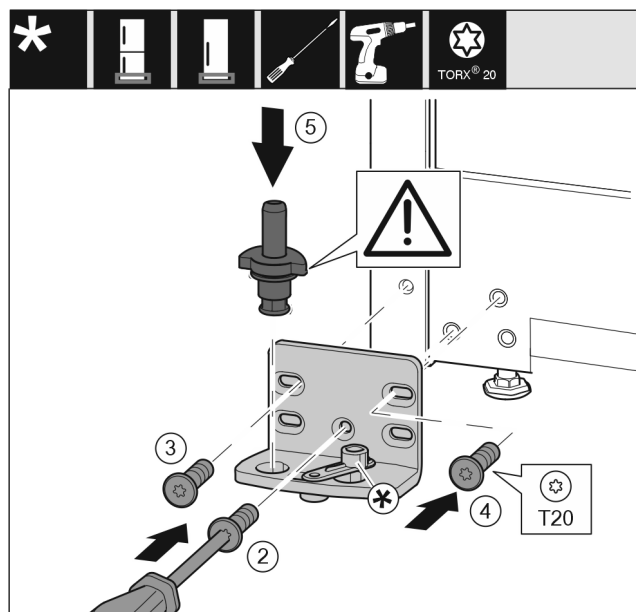

Fig. 36
- ▶ 将托架安装到另一侧，并借助 T20 螺丝刀旋紧。用螺钉 2 从底部的中心开始。 Fig. 36 (2)
- ▶ 拧紧螺钉 3 和 4。 Fig. 36 (3,4)
- ▶ 将轴承螺栓完全装入。同时注意止动凸轮需指向后方。 Fig. 36 (5)
- ▶ 将托架安装到另一侧，并借助 T20 螺丝刀旋紧。用螺钉 2 从底部的中心开始。 (2)*
- ▶ 将关门阻尼器连接装置旋转 180°。用 T20 螺丝刀拧紧托架的另一侧。 (5)*
- ▶ 将轴承螺栓完全装入。同时注意止动凸轮需指向后方。 (6)*